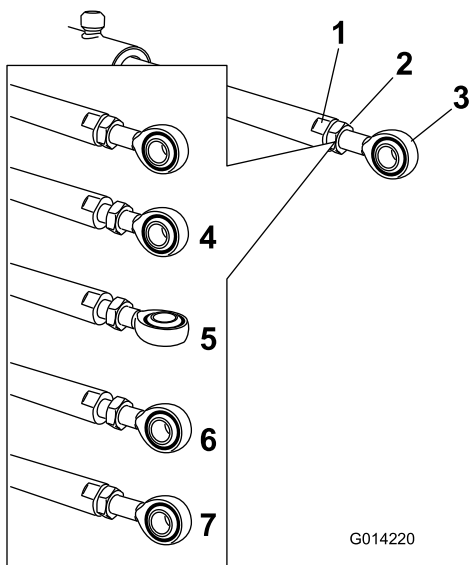

Figure 119
5. Placez une clé sur les méplats de la tige de vérin pour l'immobiliser, puis desserrez l'écrou de blocage (Figure 119).
6. Tournez le côté tige du vérin pour raccourcir ou allonger le vérin déployé à la position voulue (Figure 119).